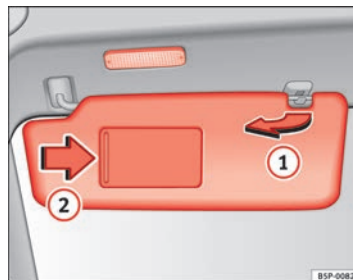

Fig. 83 Parasol del lado del conductor
Los parasoles del conductor y del acompañante pueden extraerse de sus soportes centrales y girarse hacia las puertas ⇒ fig. 83 (1).